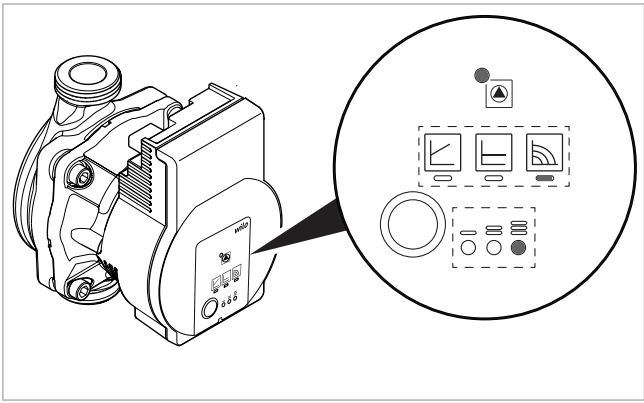

Fig. 122: Configuración básica (revoluciones constantes, curva característica III)
** Con la 9.ª pulsación del botón se vuelve a la configuración básica (revoluciones constantes/curva característica III, véase fig. 122).